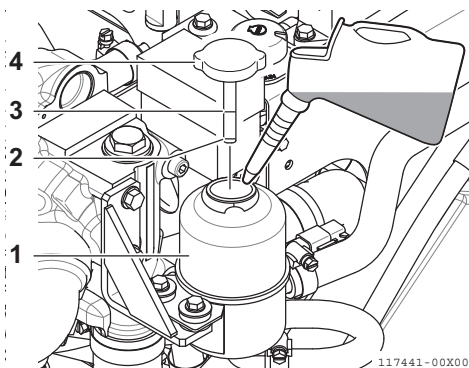

Figura 8
1. Retire el tapón de llenado o la varilla de nivel de aceite (**Figura 8, (3), (4)**) del depósito de servicio del aceite de la dirección asistida (**Figura 8, (1)**) y límpielo con un paño limpio.
3. Extraiga la varilla de nivel de aceite. El nivel del aceite debe estar entre las líneas superior (**Figura 8, (3)**) e inferior (**Figura 8, (2)**) de la varilla de nivel de aceite.